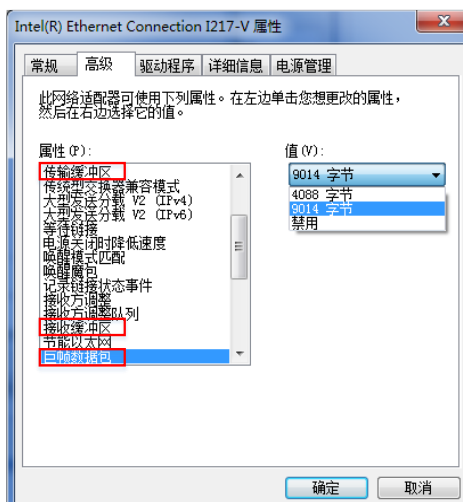

图2-8 网卡属性高级设置
2. 依次打开“控制面板” > “硬件和声音” > “设备管理器” > “网络适配器”，选中对应的网卡，打开属性中的“高级”菜单，将“巨帧数据包”设置为最大值 9014 字节，如图 2-8 所示。